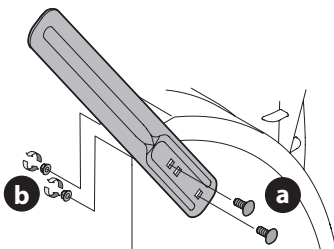

Figura 43
1. Retire los dos pernos del carro (a) y las tuercas de seguridad (b) que sujetan cada cortador de desplazamiento de nieve y retírelos de los lados de la caja de la barra de nieve (Figura 43).
1. Gire los cortadores de desplazamiento de nieve y posícionélos según se muestra en la Figura 43 hacia el exterior de la caja de la barra de nieve.